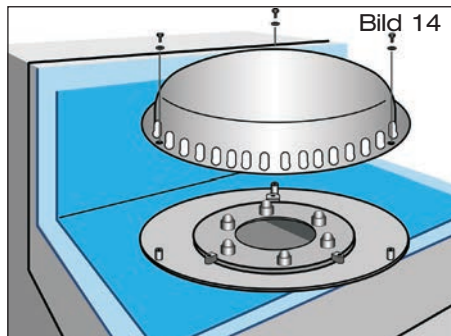

Bild 14
3.6 Saughaube mit beiliegenden Befestigungsschrauben und U-Scheiben mit Bodenplatte verschrauben (Bild 14 bzw. 14A). Beiliegende Schrauben mit Steck- oder Ringschlüssel SW 10 anziehen. Befestigung handfest bis max. 5 Nm.